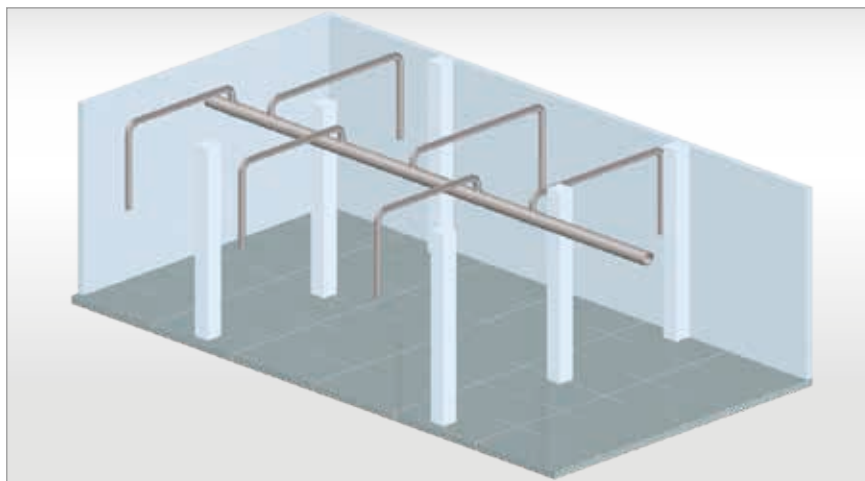

Fig. 1: Rete di distribuzione a pettine
Fig. 1: I principali componenti di una rete di distribuzione d'aria compressa: linea principale (1), linee di distribuzione (2), linee di collegamento (3), essiccatore (4), unità di manutenzione/tubo (5)
La rete a pettine con linee di collegamento alle singole utenze pneumatiche (fig. 1) è semplice da realizzare. La lunghezza dei tubi da posare è relativamente modesta, ma la tubazione deve offrire una capacità di trasporto sufficiente per il consumo complessivo d'aria compressa. In altre parole, questa rete dovrà avere una sezione nettamente maggiore rispetto a una rete di tipo circolare o a maglie. A causa della maggiore distanza delle utenze anche le linee di collegamento sono più lunghe e pertanto devono essere quotate con diametri maggiori. Poiché questo tipo di rete non consente di isolare sezioni di tubazioni in caso di ampliamento o di manutenzione, questa configurazione è di solito adottata dalle piccole imprese.